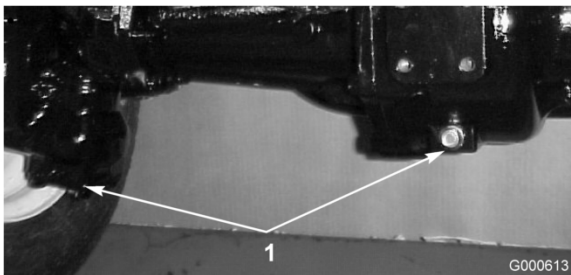

Bild 45
2. Reinigen Sie den Bereich um die drei Ablassschrauben, d. h. jeweils eine an beiden Enden und eine in der Mitte (Bild 45).